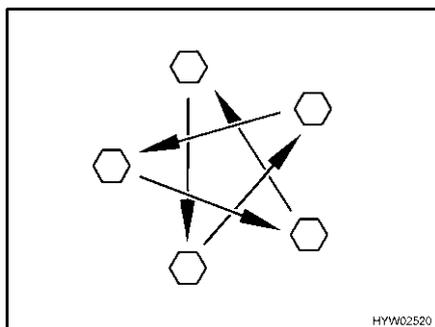

Bild 88 Dra åt hjulmuttrarna eller hjulbultarna korsvis
- Kontrollera regelbundet att hjulmuttrarna eller hjulbultarna är ordentligt åtdragna. Om du har bytt däck ska hjulmuttrarna eller hjulbultarna dras åt korsvis efter 5 mils körning (Bild 88).